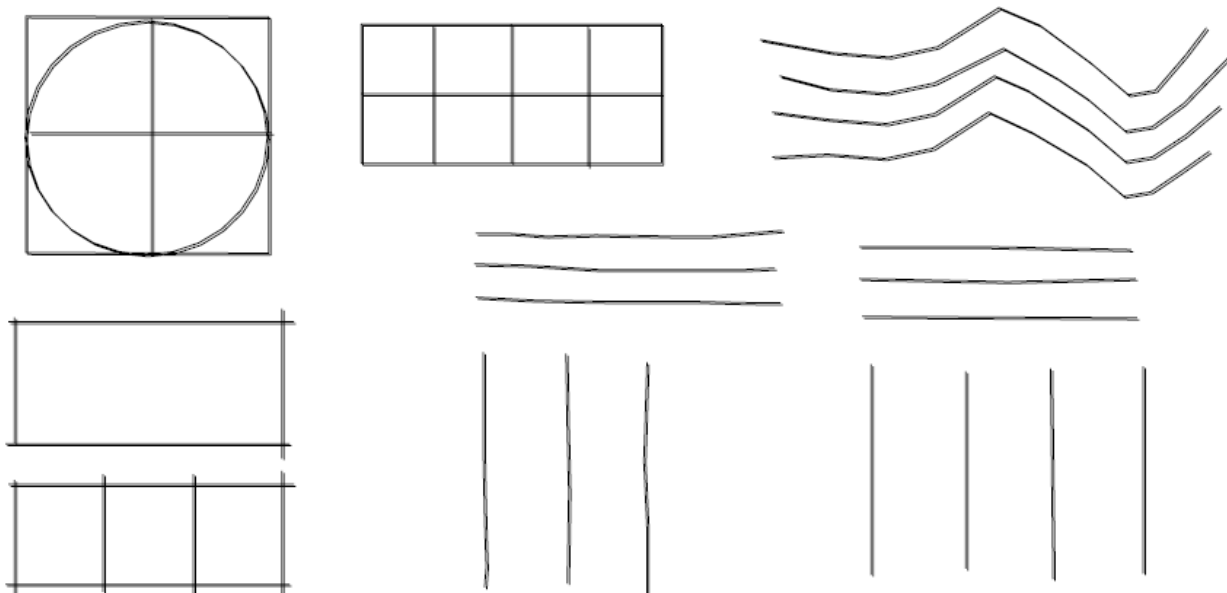

Рисунок 3 – Линии для тренировки руки начинающего рисовальщика
3. На данном этапе занятия преподаватель приводит примеры выполнения упражнений на глазомер (см. рисунок 3).
Выполнить рисование линий для тренировки руки начинающего рисовальщика (рисунок 3).